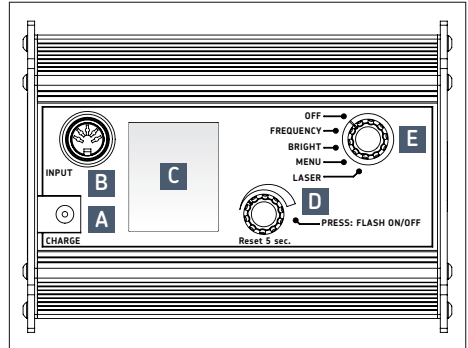

Fig. 1: Estroboscopio SKF TKRS 41
5.1 Conectores (→ fig. 1)
1. Cargue el dispositivo: conecte el cargador en el puerto CHARGE (A) situado en la parte posterior del dispositivo (→ fig. 1).
2. Dirija el dispositivo hacia un objeto en movimiento y enciéndalo. Gire el interruptor selector (E) una muesca hacia la izquierda hasta la posición "FREQUENCY" (frecuencia).